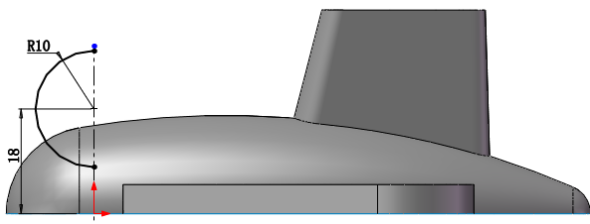
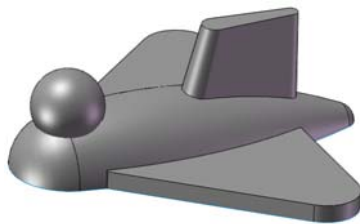

图 9-120 草图标注尺寸
图 9-121 旋转曲面结果
(14) 绘制旋转草图。在左侧“FeatureManager 设计树”中用鼠标选择“上视基准面”，作为绘制图形的基准面；单击“草图”工具栏中的（中心线）按钮和（圆/起/终点圆弧）按钮，绘制如图 9-120 所示的草图并标注尺寸。
(15) 旋转曲面。选择菜单栏中的“插入”→“曲面”→“旋转曲面”命令，或者单击“曲面”工具栏中的（旋转曲面）按钮，此时系统弹出“曲面-旋转”属性管理器。在“旋转轴”一栏中，用鼠标选择图 9-120 中的竖直中心线。单击属性管理器中的（确定）按钮，结果如图 9-121 所示。